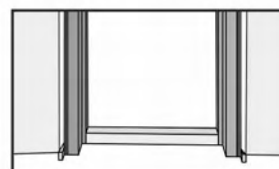

Рис. 16
5.1.3. Для того чтобы зафиксировать нижнюю часть коробки клиньями, выровняйте петлевую сторону, проверьте строительным уровнем в двух плоскостях (рис. 16).